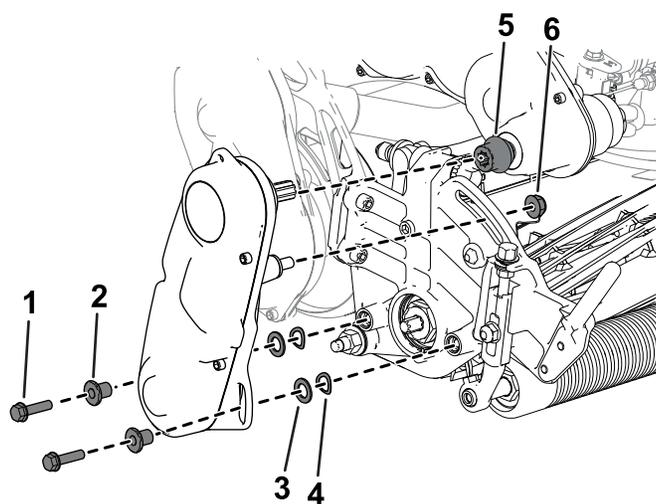

Figura 5
7. Usate la bulloneria rimossa in precedenza per montare il gruppo di trasmissione sull'apparato di taglio (Figura 5).
8. Accertatevi che l'accoppiatore (Figura 5) possa spostarsi facilmente avanti e indietro sull'albero di trasmissione.